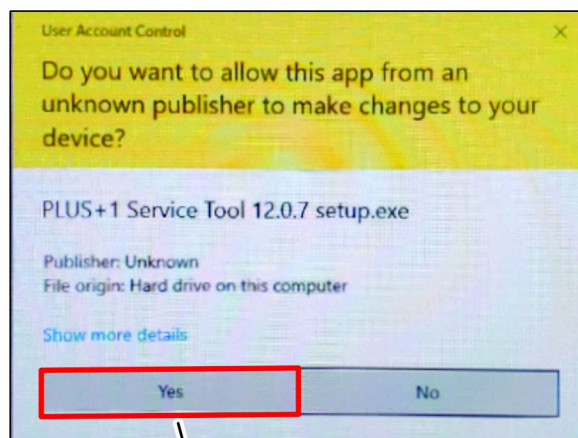

Figura 16
- Si aparece el cuadro de diálogo Control de cuentas de usuario, haga clic en el botón Sí (Figura 16).